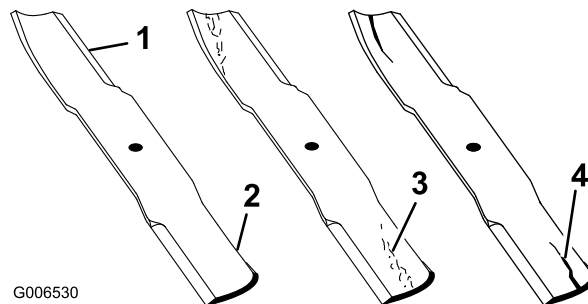

Figure 44
1. Examinez le tranchant des lames (Figure 44).
2. Inspectez les lames, surtout la partie relevée (Figure 44).
Remarque: Remplacez immédiatement toute lame endommagée, usée ou qui présente une entaille (repère 3 de la Figure 44).